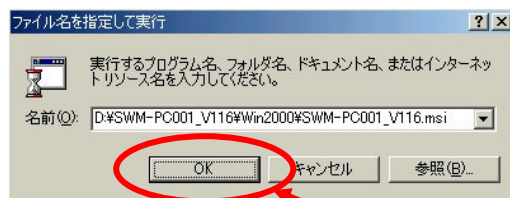

図1.2-6
- (6) [OK]ボタンをクリックしてください。(図1.2-6)